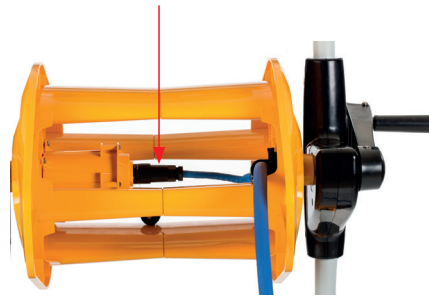

Abbildung 3: Innere Verbindung des Rollers
**Wichtig:** Trennen Sie das Schimmkabel alle zwei bis drei Reinigungszyklen von dem inneren Rolleranschluss (Abbildung 3), rollen dann das gesamte Kabel auf und danach wieder auf den Kabelroller zurück.